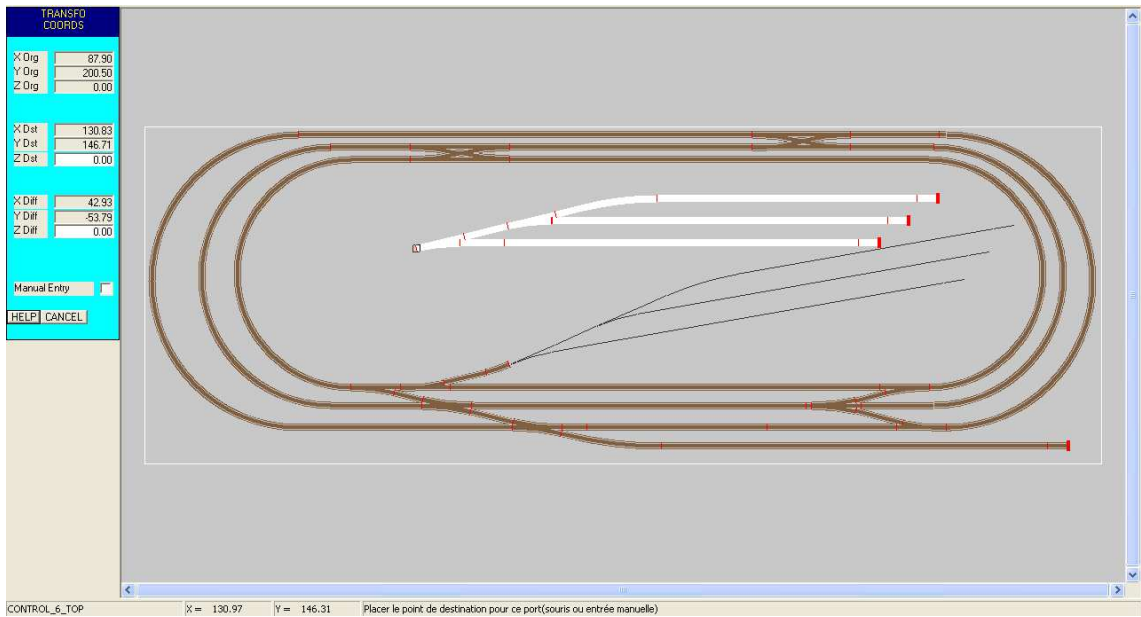

Figure MOVE-9: Re-sélection du groupe déplacé, et recollage au segment ajouté(noter l'effet d'aimantation, et la rotation de l'ensemble).
- Approcher le curseur de la souris du port libre, jusqu'à ce que l'aimantation se produise (figure MOVE-9). Lorsque l'aimantation se produit, tout le groupe subit la rotation nécessaire pour se raccorder avec le bon angle.